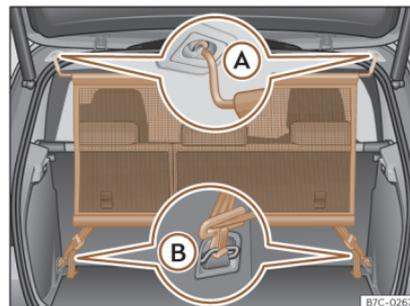

Fig. 117 Rete divisoria montata.
- Agganciare la rete divisoria nell'alloggiamento sinistro del tetto»» fig. 117 (A). Assicurarsi di tirare l'asta trasversale verso il basso oltre la posizione superiore.
- Agganciare la rete divisoria all'alloggiamento destro del tetto comprimendo la barra trasversale»» fig. 117 (A).
- Agganciare i due ganci della rete divisoria agli occhielli di ancoraggio del bagagliaio »» fig. 117 (B), quindi tendere le cinghie di fissaggio.